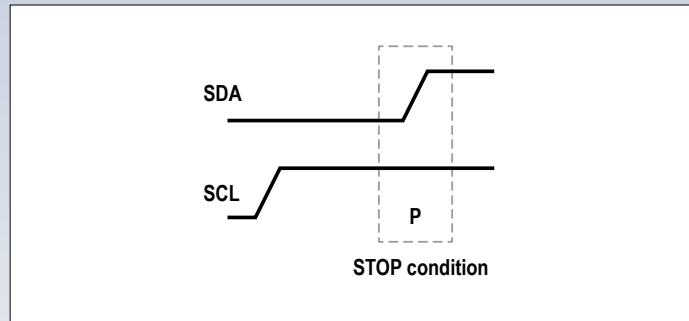

Figure 7. La clef pour clore la communication : *STOP*.
- À la fin de la transmission, le maître libère d'abord la ligne d'horloge SCL, puis la ligne de données SDA et donc les deux lignes retournent au niveau haut à cause de résistances de polarisation. Cette séquence (**figure 7**) s'appelle *STOP condition*. Le cas échéant, le maître peut abaisser en premier la ligne de données SDA.